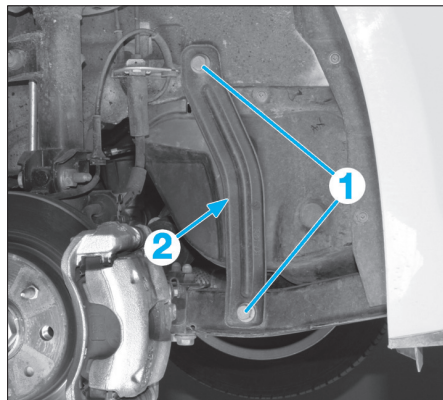

Fig. 1
- Déposer les vis (1) (Fig.1), puis extraire la ferrure (2).